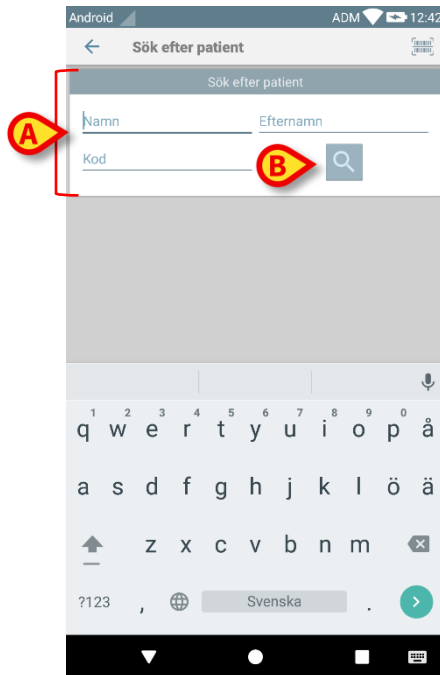

Fig. 26
- Mata in patientdata i fälten i Fig. 26 **A** (förnamn, efternamn, kod) och klicka sedan på knappen **Sök** (Fig. 26 **B**). Ofullständig information är tillåten.